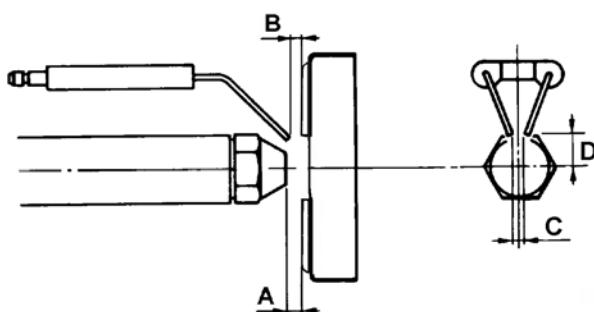
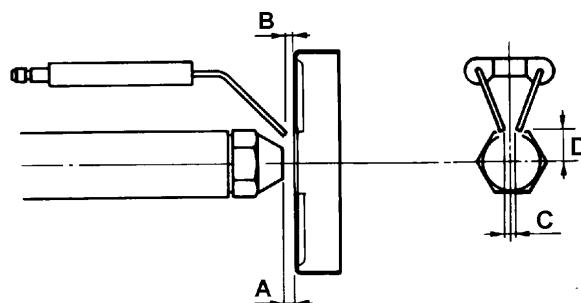

Рис. 18a - Горелки G4 и G6
Рис. 18b - Горелки G10 и G18
- проверить запальные электроды и соответствующие керамические изоляторы, почистить, при необходимости отрегулировать и, если необходимо, заменить (см. Рис. 18a и Рис. 18b);